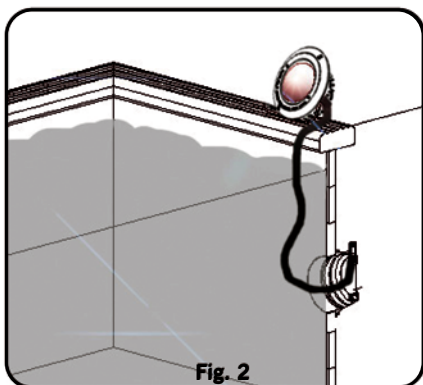

Fig. 2
2. Extraia o conjunto formado pela lâmpada e parte do projetor até ao borde da piscina (esta operação é descrita pormenorizadamente no manual do projetor) (Fig. 2).